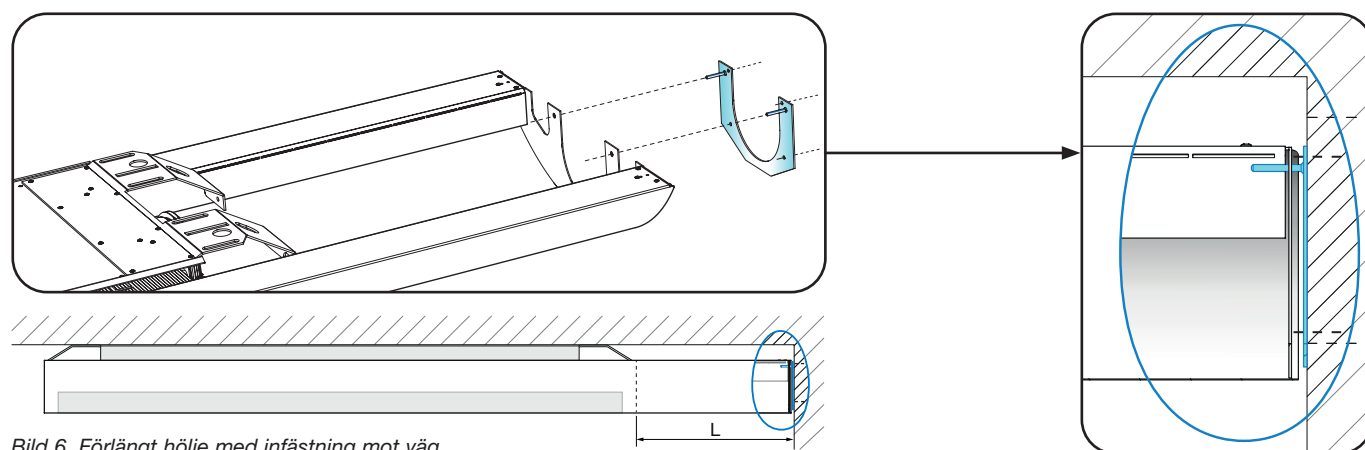

Bild 6. Förlängt hölje med infästning mot väg.
1. Förlängt hölje med infästning mot vägg (se bild 6). Maximal längd: 3600 mm (i steg om 1 mm).